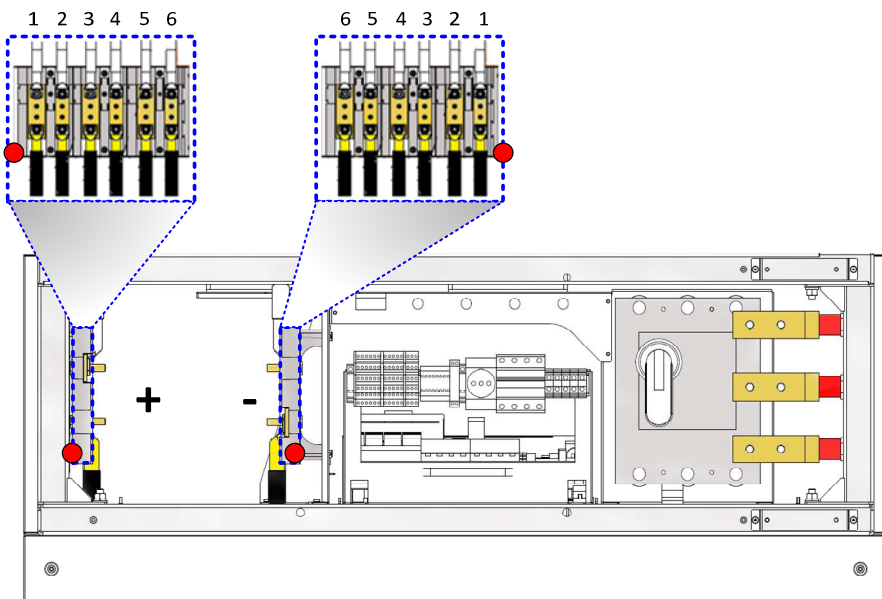
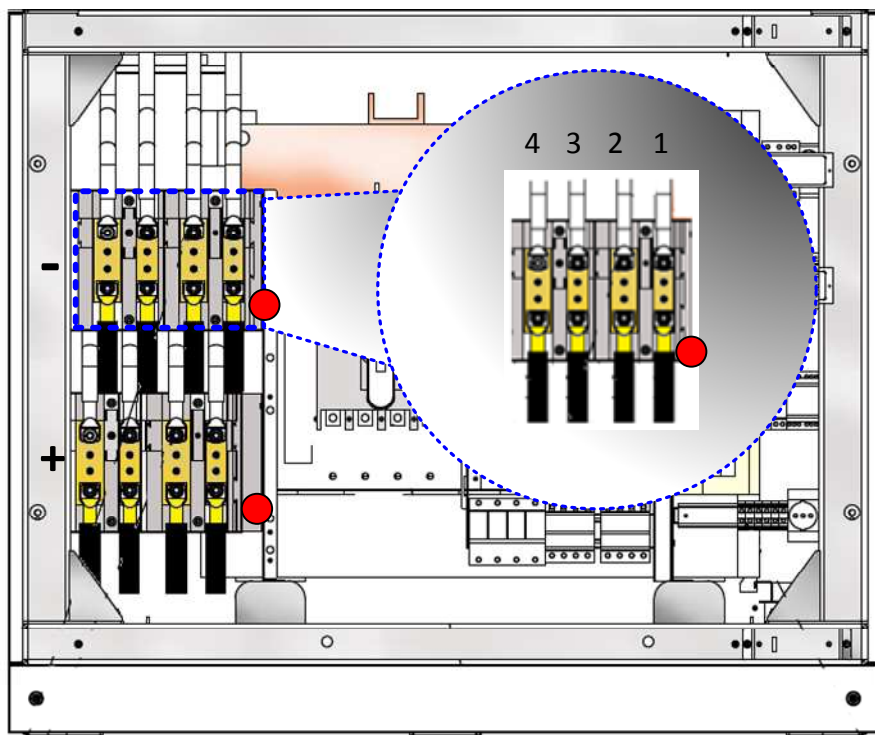

Figura 11-1: Collegamento dei cavi DC (versioni con potenza $\geq 275\text{kW}$ o senza Trasformatore)
Figura 11-2: Collegamento dei cavi DC (versioni con Trasformatore $\leq 220\text{kW}$)
- ➡ Figura 11-1 o Figura 11-2) rispettando le giuste polarità.